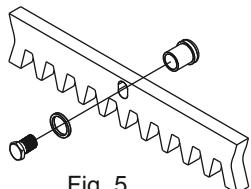

Fig. 5
5.2. Fijar en cada elemento de cremallera las lenguetas de soportar mediante los relativos tornillos de bloqueo, teniendo cuidado de posicionarlos en la parte superior del ojal (Fig. 5);